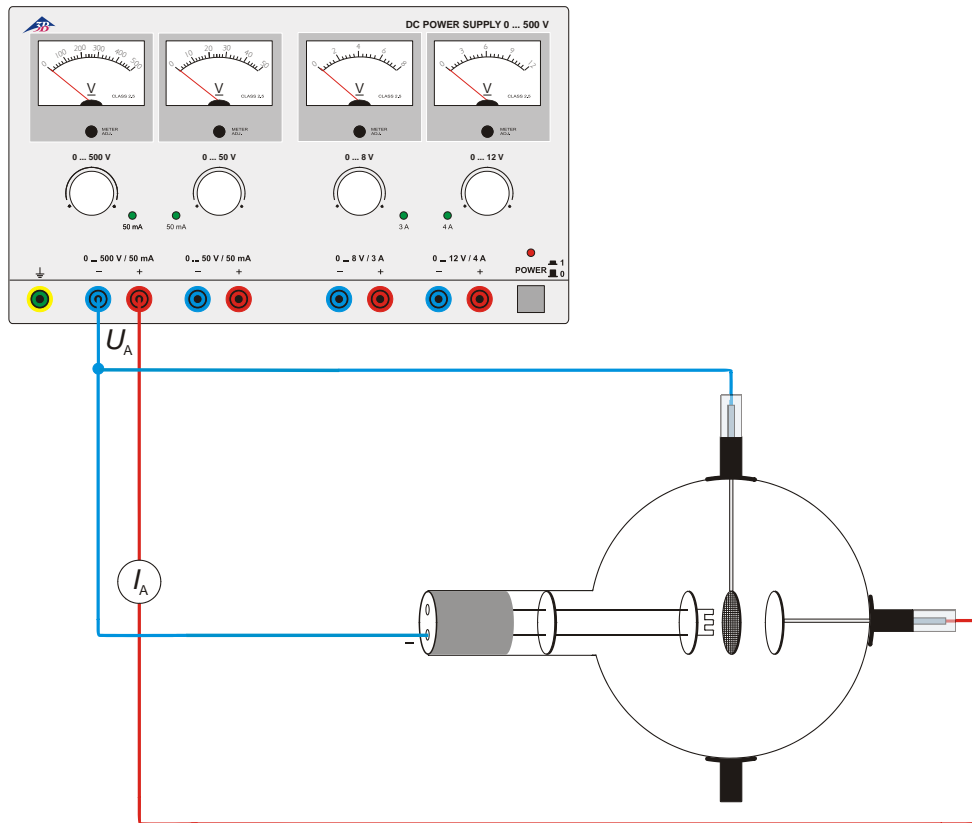

Fig. 3 Décharge autonome
- Montez le circuit de la figure 3.